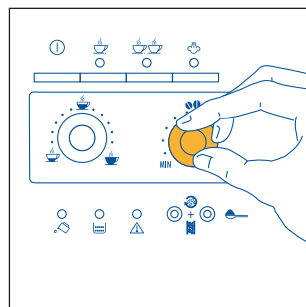
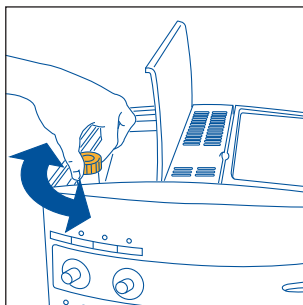

Fig.7
Fig. 17
- 2) Com o botão do lado direito (fig. 7) defina o sabor desejado do café. Quanto mais rodar para a direita, maior será a quantidade de café em grão moído pela máquina e, logo, mais forte será o sabor do café obtido. Na primeira utilização, é necessário fazer várias tentativas e tirar mais do que um café, a fim de encontrar a posição correcta do botão. Preste atenção para não rodar o botão demasiado para a direita. Se o fizer, poderá obter uma extracção demasiado lenta (às gotas), sobretudo quando se tiram duas chávenas de café.
NOTA 1: Se o café sair às gotas ou não sair de todo, é necessário rodar o botão de regulação da moagem (fig. 17) um nível para a direita (consulte o par. 6). Avance um nível de cada vez até obter uma extracção satisfatória.
NOTA 2: Se o café sair de forma demasiado rápida e se o creme não for satisfatório, rode ligeiramente o botão do lado direito (fig. 7) no sentido dos ponteiros do relógio. Faça várias tentativas e tire mais do que um café, a fim de encontrar a posição correcta do botão. Preste atenção para não rodar o botão demasiado para a direita. Se o fizer, poderá obter uma extracção demasiado lenta (às gotas), sobretudo se tirar duas chávenas de café. Se, ao fim de alguns cafés, não obtiver um creme satisfatório, rode também o botão de regulação da moagem (fig. 17) um nível para a esquerda (consulte o par. 6).
Para resolver este problema, é necessário regular o grau de moagem do moinho de café, rodando o botão de regulação da moagem (fig. 17) um nível para a esquerda (conforme descrito no cap. 6).